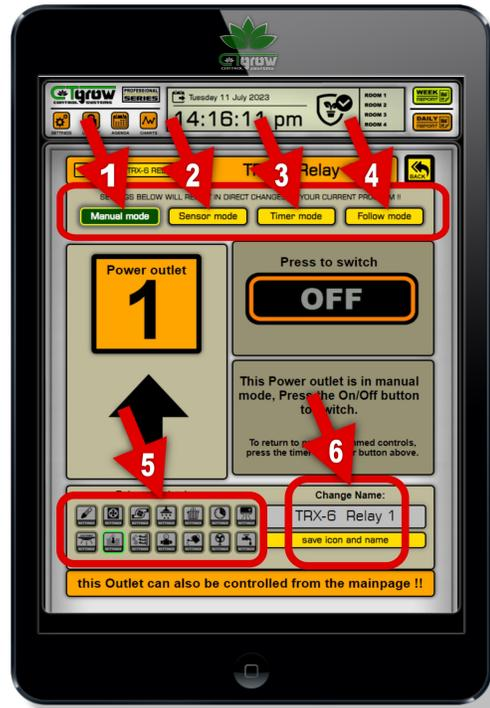

Figure 10.0.4
Dans le menu de contrôle du commutateur de relais, il y a plusieurs facteurs importants à noter. Le premier est le mode de commutation actuel qui est présenté en vert. Le second est le mode de commutation de relais, appuyez simplement sur le mode préféré et commencez à configurer vos paramètres préférés. (Voir Figure 10.0.4-1/4).
En bas de ce menu, il est possible de changer le nom du relais et de sélectionner votre icône préférée pour celui-ci (voir Figure 10.0.4-5/6). une fois le bouton de sauvegarde appuyé, le nouveau nom et l'icône sélectionnée deviendront visibles sur le relais du tableau de bord du système.
Dans le menu de contrôle du commutateur de relais TRX-6, vous découvrirez quatre modes de contrôle distincts qui offrent une large gamme de flexibilité dans la gestion des relais. (Voir Figure 10.0.4-1/4).
**MODE MANUEL :** Ce mode vous accorde un contrôle direct sur les relais, permettant une activation ou une désactivation manuelle selon vos commandes. D'une simple pression sur un bouton, vous pouvez facilement activer ou désactiver les relais, offrant un contrôle immédiat sur vos appareils. (Voir Figure 10.0.4-1).
**MODE CAPTEUR :** Le mode capteur tire parti de plusieurs valeurs de capteur pour contrôler les relais. En incorporant des entrées de divers capteurs, tels que des capteurs de température, d'humidité, de mouvement ou de lumière, vous pouvez programmer les relais pour qu'ils répondent et s'activent en fonction de lectures de capteurs spécifiques. Ce mode permet une automatisation basée sur les conditions environnementales, assurant un contrôle efficace et réactif de l'appareil. (Voir Figure 10.0.4-2).
**MODE MINUTERIE :** En mode Minuterie, les relais peuvent être programmés pour fonctionner selon plusieurs minuteries. En définissant des intervalles de temps ou des horaires spécifiques, vous pouvez automatiser l'activation ou la désactivation des relais à des heures prédéterminées. Que vous ayez besoin que les appareils s'allument ou s'éteignent à des heures précises ou qu'ils suivent un schéma cyclique tout au long de la journée, ce mode offre un contrôle précis sur la synchronisation des opérations de relais. (Voir Figure 10.0.4-3).
**MODE SUIVI :** Le mode Suivi, également connu sous le nom de mode Suivi de la pièce, permet aux relais de se synchroniser avec les cycles programmés de jour et de nuit de la pièce. En alignant les opérations des relais avec les conditions d'éclairage naturel, les relais s'allument automatiquement pendant la période de jour programmée et s'éteignent pendant la période de nuit. Ce mode est particulièrement utile pour les applications où une coordination précise avec les cycles d'éclairage de la pièce est souhaitée, favorisant l'efficacité énergétique et une intégration transparente avec l'environnement. (Voir Figure 10.0.4-4).